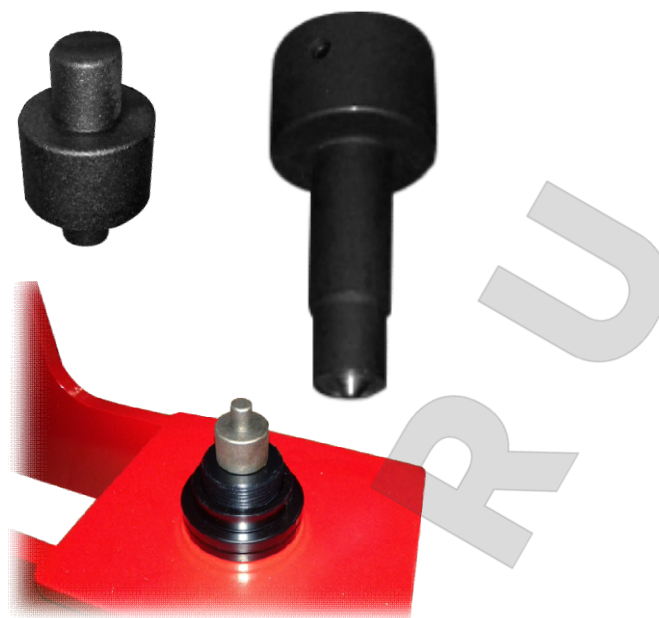

Рис. 5
- Поместите на держатель соответствующую матрицу (рисунок 5).
- Установите на шток цилиндра пуансон соответствующий профилю и размеру заклёпки. Зафиксируйте его винтом (рисунок 5).